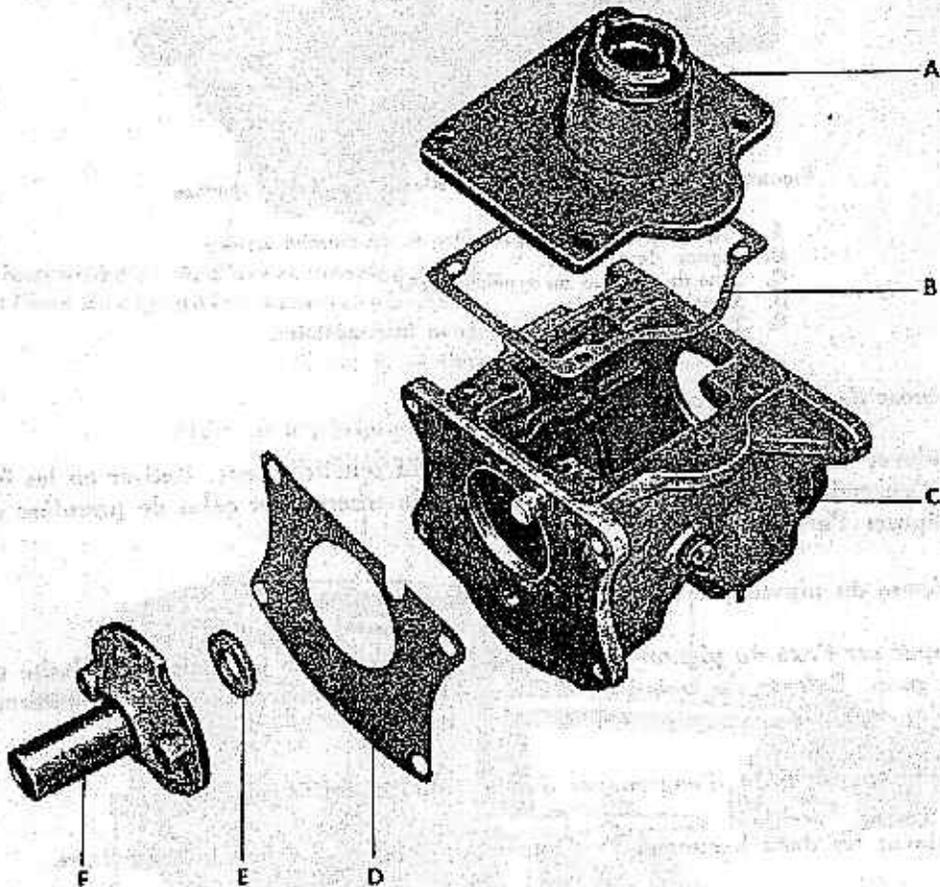

FIGURE 12. — Carter de boîte de vitesses et ses couvercles. Vue éclatée
1) Boîte de vitesses (fig. 12).